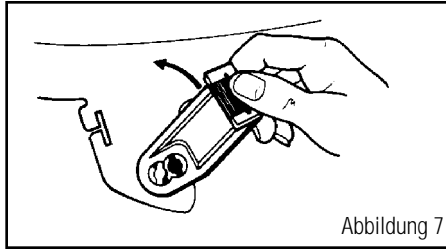

Abbildung 7
1. Drehen Sie das Kopfband 90 Grad in eine beliebige Richtung, bis das Loch im Textilaufhänger mit dem Stift auf dem Kopfband ausgerichtet ist. Ziehen Sie den Keil weg vom Kopfband. (Abbildung 7)
3. Drehen Sie den Textilaufhänger 90 Grad zum Kopfband, bis der Keil im Loch einrastet. (Abbildung 7)